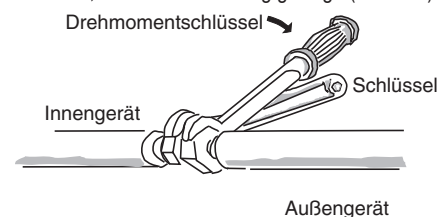

Abb. 5-6
- Wenn die Überwurfmuttern von den Verbindungsstücken abgenommen oder nach dem Anschließen der Leitungen festgezogen werden, müssen unbedingt zwei verstellbare Schraubenschlüssel oder Maulschlüssel verwendet werden, wie in der Abbildung gezeigt. (Abb. 5-6)